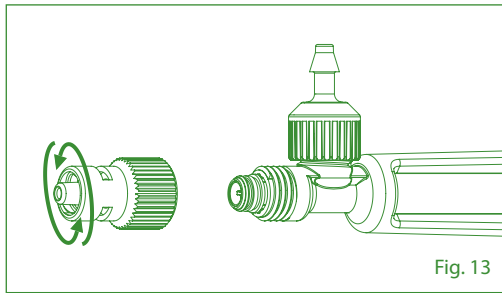

Fig. 13
Assembling (Fig. 13 - 17)
1. Unscrew Luer Lock nozzle (Fig. 13).
1. Dévissez l'embout Luer Lock (Fig. 13).